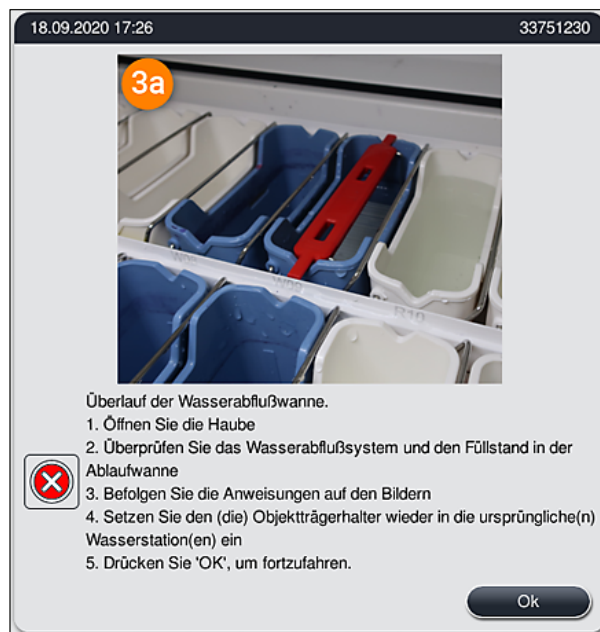
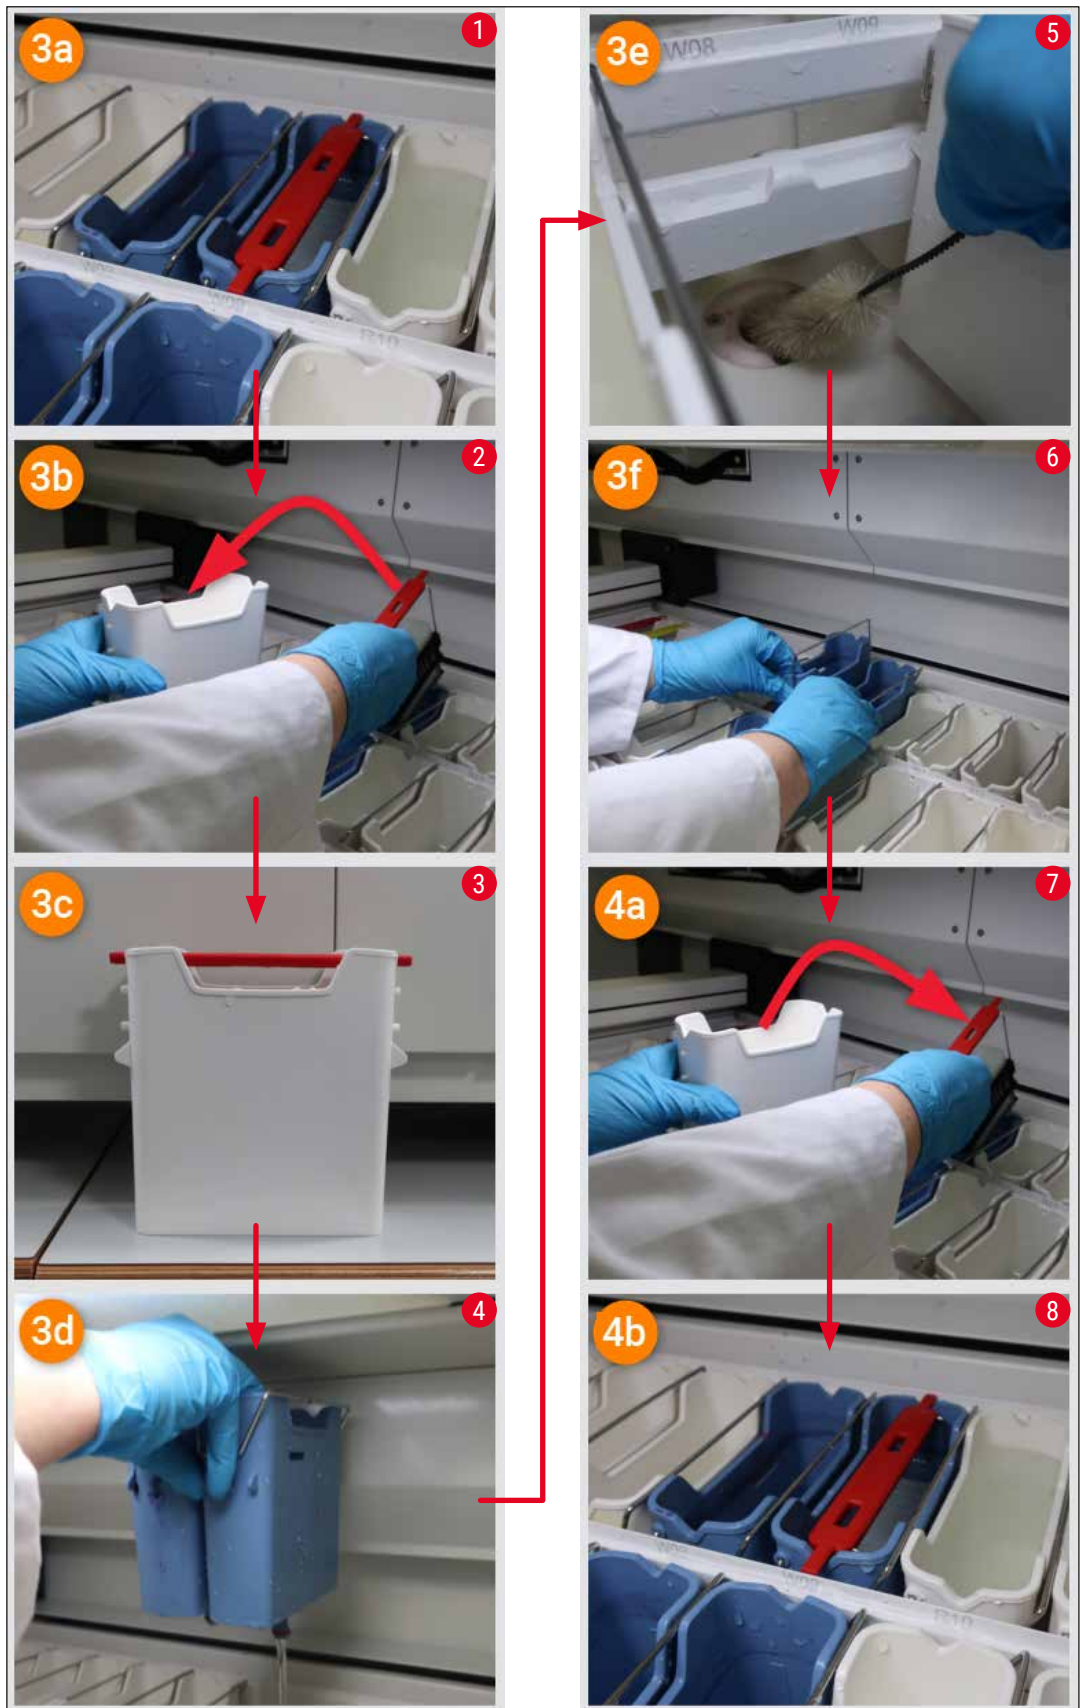

Abb. 122
Abb. 124
Die Blockierung eines Wasserablaufsystems kann durch ein blockiertes Ablaufsieb (→ "Abb. 100-1") oder einen blockierten Ablaufschlauch (→ "Abb. 7-1") verursacht sein. Eine solche Blockierung kann zu einem steigenden Wasserpegel in der Ablaufwanne führen. Hierdurch kann ein kritischer Wasserstand im Gerät erreicht werden. Der Benutzer wird durch eine Fehlermeldung am Bildschirm (→ "Abb. 122") und einen Alarmton darauf aufmerksam gemacht. Die Fehlermeldung gibt dem Benutzer mithilfe einer Bildsequenz Hinweise zur Behebung der Blockierung (→ "Abb. 124").
- Wenn der Wasserstand in der Ablaufwanne während der Fehlerbehebung unter den kritischen Pegel fällt, verschwindet die Meldung (→ "Abb. 122"), und der Benutzer wird durch eine andere Meldung darauf hingewiesen, dass der Färbvorgang fortgesetzt werden kann.